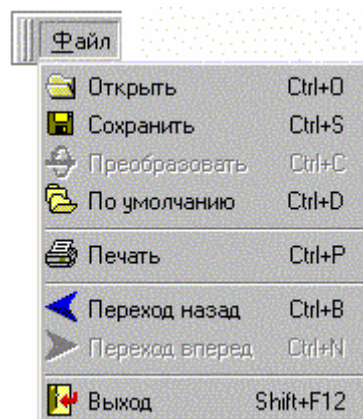

Рис. 3.2. Подпункты меню «Файл»
- 1. Пункт меню «Файл»** включает в себя подпункты (Рис.3.2.):